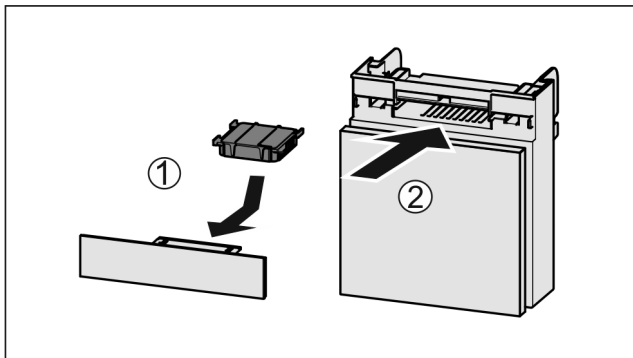

Fig. 40
- ▶ Поставете Fig. 40 (1) филтъра с активен въглен, както е показано на фигурата.
- ▶ Вкарайте Fig. 40 (2) отделението.